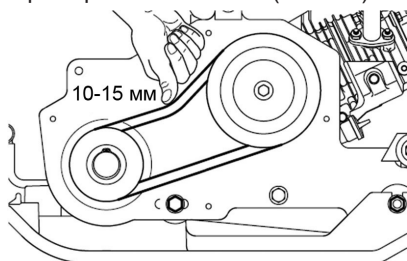

Рис. 24. Проверка натяжения ремня
3. Проверьте натяжение ремня. Правильно натянутый ремень при сильном нажатии пальцем должен прогибаться примерно на 10-15 мм (Рис. 24).